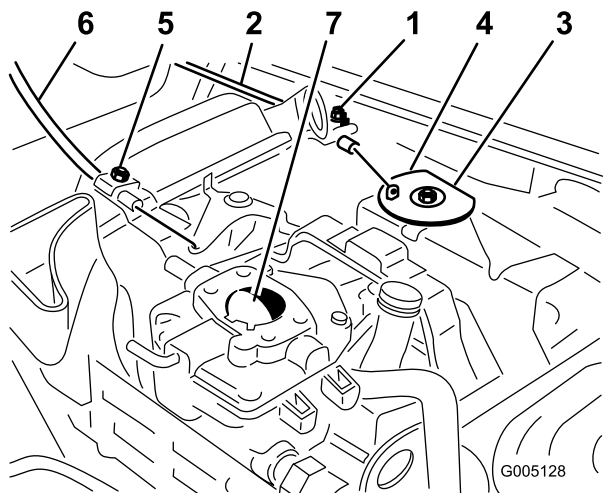

Figura 46
1. Allentate la vite del serrafilo per cavi che fissa il cavo al motore (Figura 46).
3. Tirate con forza il cavo dell'acceleratore finché il retro della parte girevole non viene a contatto con il fermo (Figura 46).
3. Tirate con forza il cavo dello starter finché la farfalla dello starter non è completamente chiusa, quindi serrate la vite del serrafilo (Figura 46).